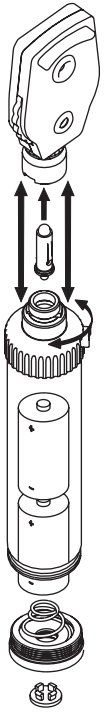

Fig. 2
Überprüfen Sie den Zustand der Batterien regelmäßig, um sicherzustellen, dass keine Anzeichen von Korrosion oder Oxidation zu erkennen sind. Wenn die Batterien ausgetauscht werden müssen, wird empfohlen, neue Alkalibatterien zu verwenden. Zum Austausch der Batterien siehe Abb. 2.
Entfernen Sie den Oberteil des Ophthalmoskops gemäß den Anweisungen in der Gebrauchsanleitung (siehe Abb.2).
- Setzen Sie nach dem Öffnen die Batterien ein und achten Sie dabei auf eine korrekte Polung (siehe Abb. 2).